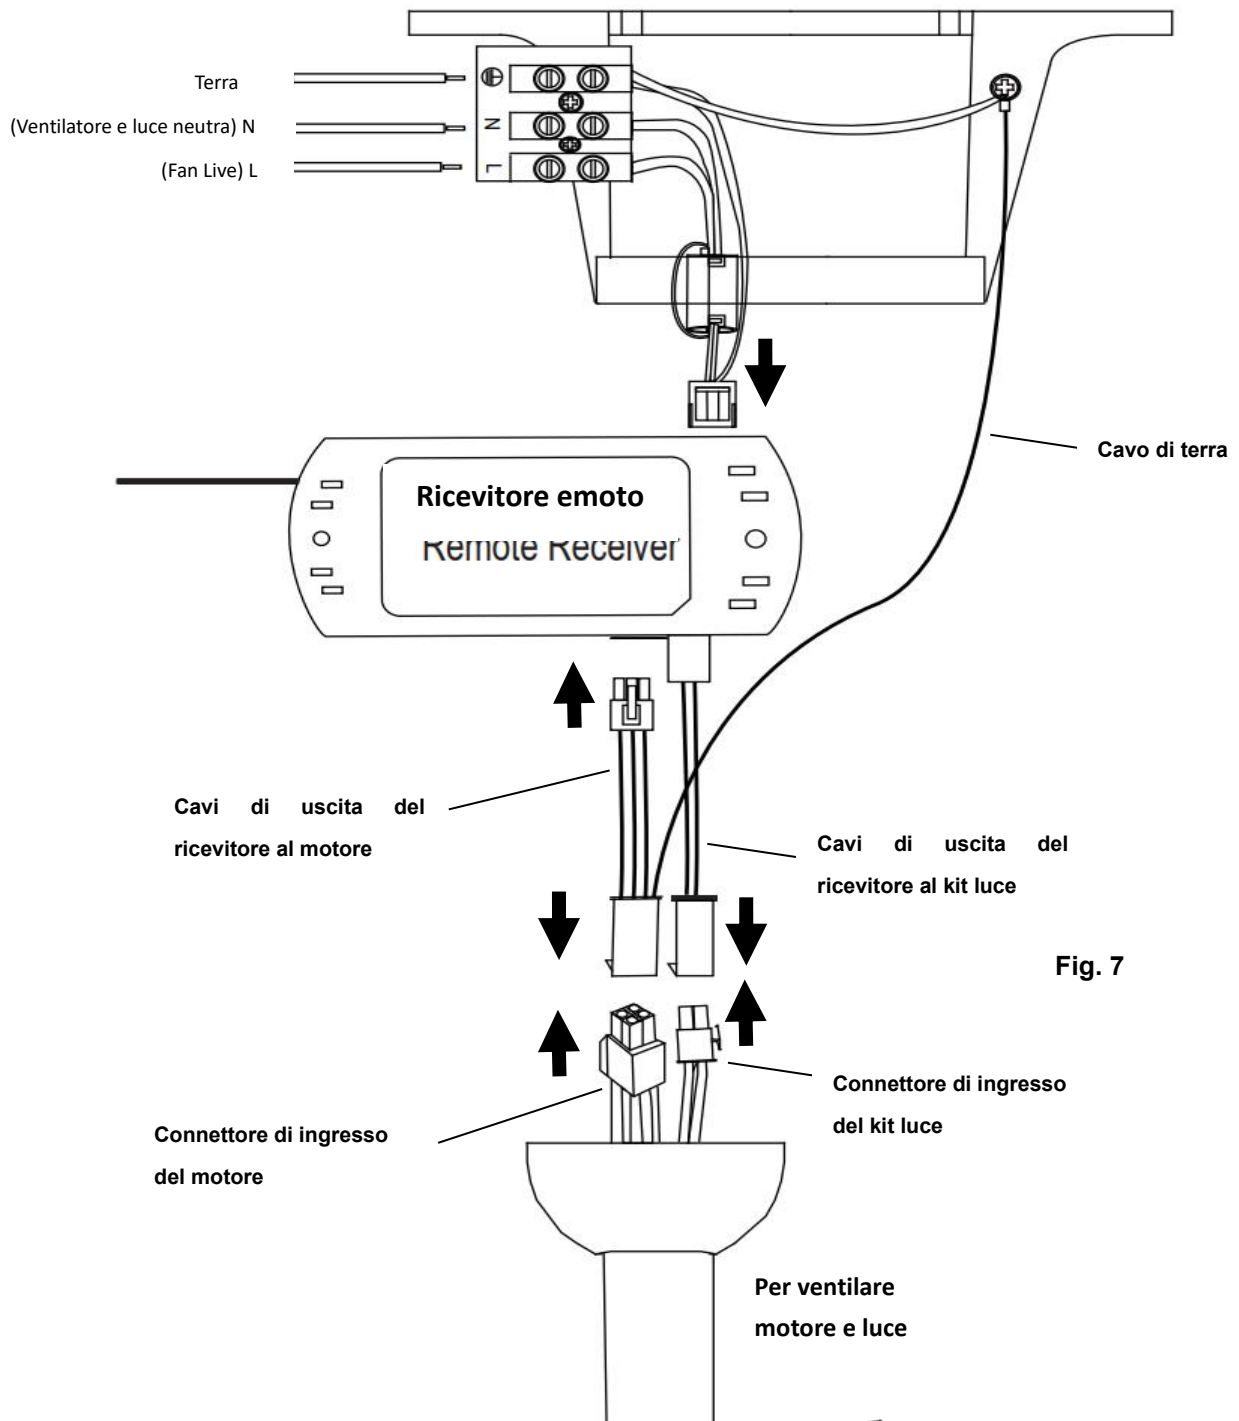

Fig. 7
PREPARAZIONE E INSTALLAZIONE DEI CAVI ELETTRICI - SCHEMA DI DIAGRAMMA (FIG. 7)
Dall'impianto elettrico alla morsettiera sulla staffa di supporto (Fig. 7)
Dalla staffa di supporto al ricevitore e al motore (Fig. 7)
5. Collegare i cavi di uscita dal ricevitore/motore (dalla staffa di supporto con cavo di terra) all'uscita del ricevitore/motore (Fig. 7). Collegare i cavi di uscita del ricevitore/motore con cavo di terra (dalla staffa di supporto con cavo di terra) all'ingresso del motore del ventilatore (Fig. 7).